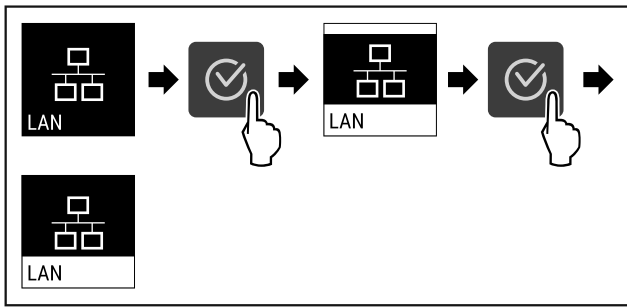

Fig. 82
- ▶ Følg anvisningene (se Fig. 82).